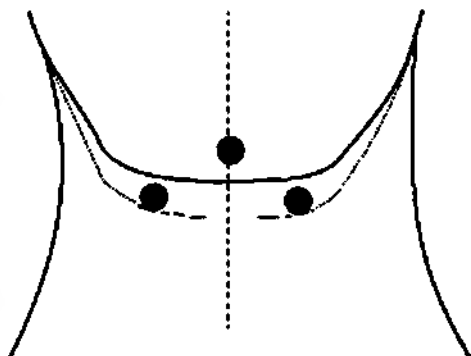

Рис. 30. Схема наложения электродов в подбородочной области пациента
- 2) Для регистрации сигнала ЭМГ с мышц подбородка можно использовать чашечковые электроды, предварительно заполненные токопроводящей адгезивной пастой, или одноразовые электроды с коннектором «кнопка» и соответствующими кабелями отведения. Согласно рекомендациям AASM требуется накладывать 3 электрода в подбородочной области следующим образом (рис. 30): центральный – на 1 см выше края нижней челюсти по средней линии, правый – на 2 см ниже края нижней челюсти и на 2 см вправо от средней линии, левый – на 2 см ниже края нижней челюсти и на 2 см влево. При такой схеме наложения электрода сигнал ЭМГ можно отводить по 2 или 3 биполярным каналам: правый – центральный, левый – центральный, правый – левый. Перед наложением электродов кожу пациента требуется обезжирить с помощью спиртовой салфетки. Наложённые чашечковые электроды можно дополнительно закрепить медицинским пластырем или медицинским клеем (в случае густого волосяного покрова). Подключите наложенные электроды кабелями отведения к блоку усилителя согласно монтажу.